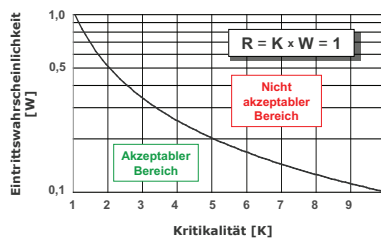

Abb. 1: Risikodefinition auf numerischer Basis
Übersteigt das Produkt aus K und W einen vordefinierten Grenzwert R, ist das Risiko unakzeptabel hoch. Bei Unterschreitung desselben befindet es sich im akzeptablen Bereich. Im nachfolgenden Diagramm (Abb. 1) repräsentiert die Kurve einen beispielhaft gewählten Risikogrenzwert von  $R = 1$ :
Der Zusammenhang mit dem in Abb. 1 dargestellten Prinzip ist offenkundig. Im Unterschied dazu und zu manch anderem Industriestandard (z.B. IEC 61508, EN 62061, ISO 138491) kommen die genannten luftfahrtbezogenen Regularien mit einem geringeren Skalierungsgrad hinsichtlich der Kritikalitäten und Risiken aus. Eintrittswahrscheinlichkeiten (W) sind als qualitative Bereiche definiert (i.e. Frequent, Probable, Remote, Extremely Remote, Extremely Improbable), denen numerische Grenzwerte zugrunde liegen. Kritikalitäten (K) sind gänzlich in qualitativ definierte Kategorien (i.e. NSE, MIN, MAJ, HAZ, CAT) unterteilt.
Prinzipiell auf den in Abb. 1 dargestellten Proportionalitätsverhältnissen beruhend, lassen sich die Kategorien